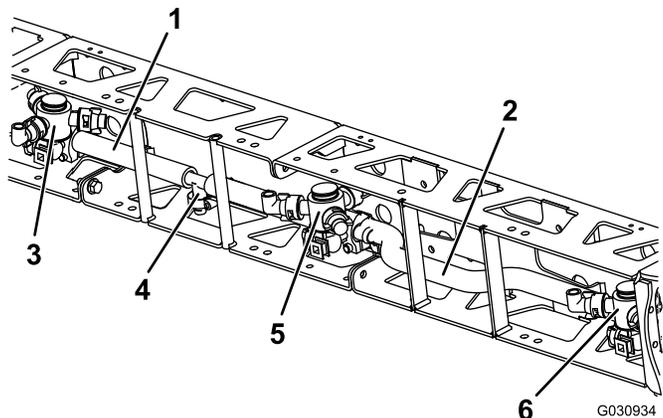

図 13
- 右側ブーム用ホースを、センターブームエクステンションのダブルタレットのボディと、右側のシングルタレットのボディに取り付ける 図 13。
- 先ほど外したT字フィッティングと残りのホース232mm2本を取り付ける 図 13。